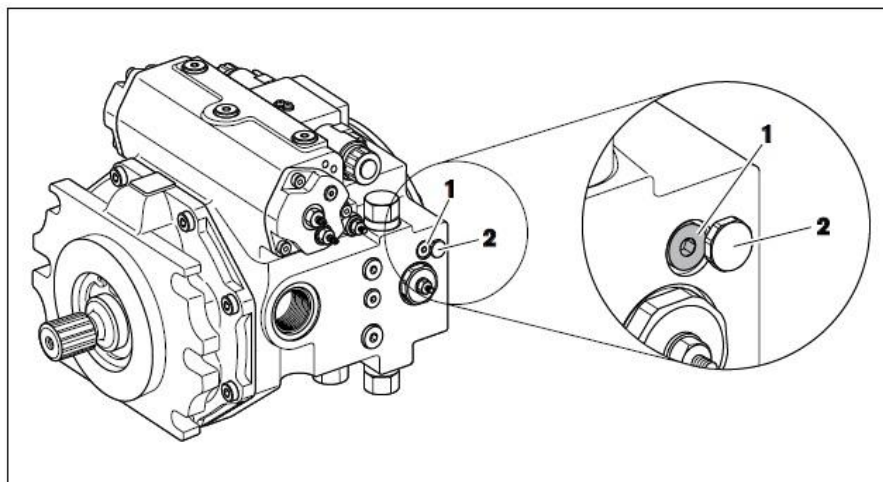

Рисунок 3.162. Активация функции байпаса
- Повернуть винт клапана байпаса 1 против часовой стрелки до упора, пока винт 1 не упрется в ограничитель 2 (см. рис. 3.162). **Функция байпаса активна.**